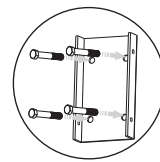
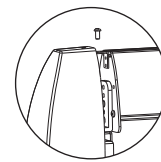
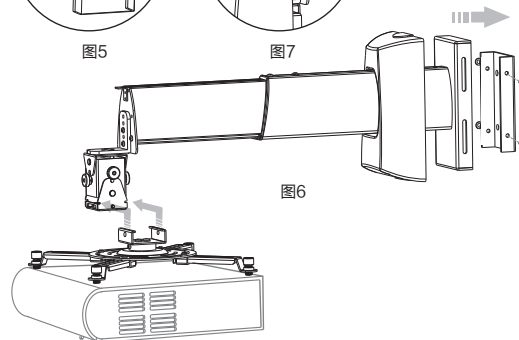

图5
图7
图6
- ② 把墙壁固定件安装到墙壁上(根据墙壁的材质选择配件中的螺丝, 配件⑦适用于混凝土墙壁, 配件⑧适用于木板墙壁)如图5。然后, 把支杆总成安装到墙壁固定件上, 以螺丝(配件⑤)紧固, 再将安装支架(已安装于投影机)滑入角度调节器, 然后装上(配件⑥)螺丝, 如图6。把顶盖套入安装前端, 紧固螺丝(配件6), 如图7。